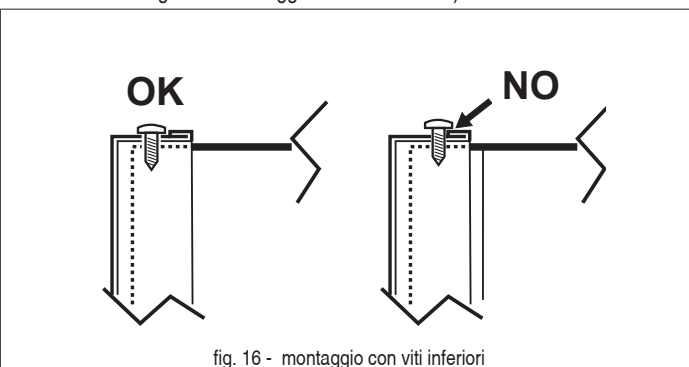

fig. 16 - montaggio con viti inferiori
3. Procedere in ordine inverso per rimontare il pannello anteriore. Assicurarsi che sia fissato correttamente al pannello superiore e completamente in appoggio sui pannelli laterali. La testa della vite "A", una volta serrata, deve essere posizionata come indicato in "fig. 16 - montaggio con viti inferiori".